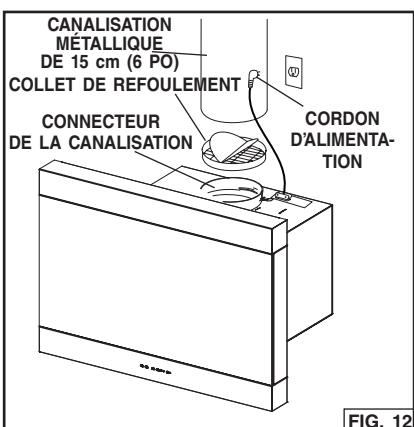

FIG. 12
1. Poussez le collet de refoulement sur le connecteur de la canalisation de la hotte. Fig. 12.